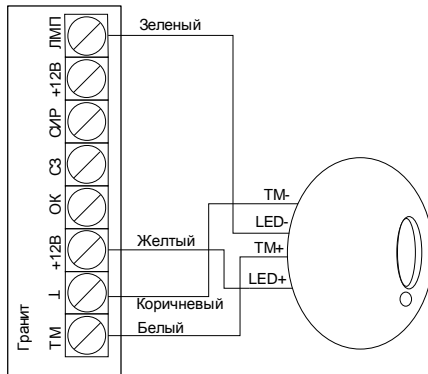

Рисунок 2.1 – Подключение порта ТМ к прибору
3. Подключите порт ТМ к прибору (см. рисунок 2.1).